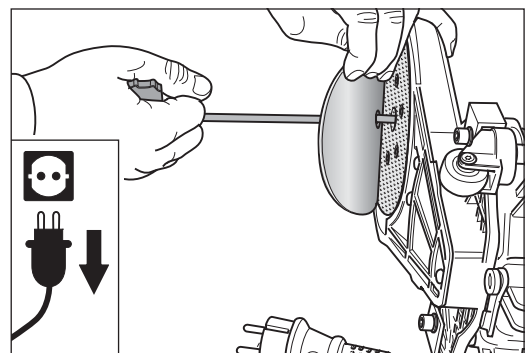

Abb. 11 Die neue Klettschleifscheibe mittig ansetzen und andrücken.
- 5 Legen Sie eine neue Klettschleifscheibe auf. Die Klettschleifscheibe muss mittig auf dem Schleifteller positioniert sein. Das Loch in der Schleifscheibenmitte und der Universalschlüssel erleichtern die Zentrierung (Abb. 11).